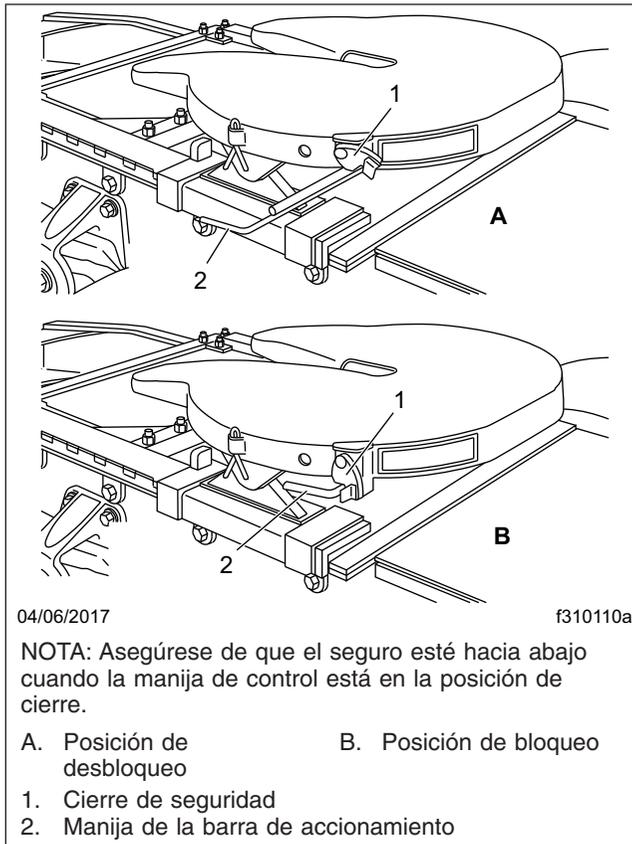
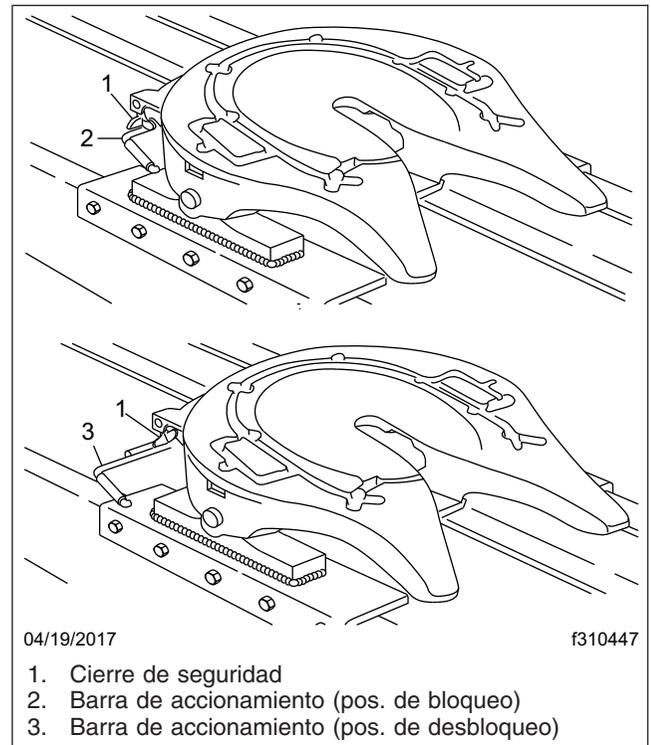

Figura 17.2, Mecanismo de bloqueo Fontaine
Figura 17.3, Mecanismo de bloqueo Holland Simplex SE
2. Asegúrese de que la mordaza de la quinta rueda esté totalmente abierta, y que la barra de accionamiento esté en la posición de desbloqueo. Vea la Figura 17.2 o la Figura 17.3.
Cuando ha ocurrido el bloqueo, la manija de control de la quinta rueda se mueve a la posición de bloqueo. Asegúrese de que el seguro esté sobre la manija de la barra de accionamiento para mantenerla en la posición de bloqueo (el seguro sólo gira hacia abajo si la barra de accionamiento está retraída completamente a la posición de bloqueo). Si tiene una quinta rueda Fontaine, vea la Figura 17.2. Si tiene una quinta rueda Holland, vea la Figura 17.3.
- 6.1 **Fontaine:** Levante el seguro y tire de la manija de la barra de accionamiento hasta la posición de apertura. Vea la Figura 17.2.